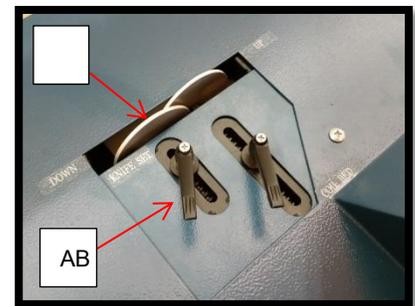

Figura 29
**¡Mantenga las manos alejadas del área del cuchillo!** Vaya a la pantalla de configuración 1 y presione el botón de cama de la bobina hacia abajo y luego el botón de cuchilla hacia arriba. Afloje el mango de bloqueo de la cuchilla, Figura 29 A y gire el dial de la cuchilla, Figura 29 B en sentido horario para levantar los cuchillos o en sentido antihorario para bajar los cuchillos. **NOTA:** Solo puede ajustar el dial de la cuchilla cuando las cuchillas están en la posición superior.
NOTA: solo ajuste el dial de la cuchilla cuando las cuchillas estén en la posición superior. Figura 29 A y B